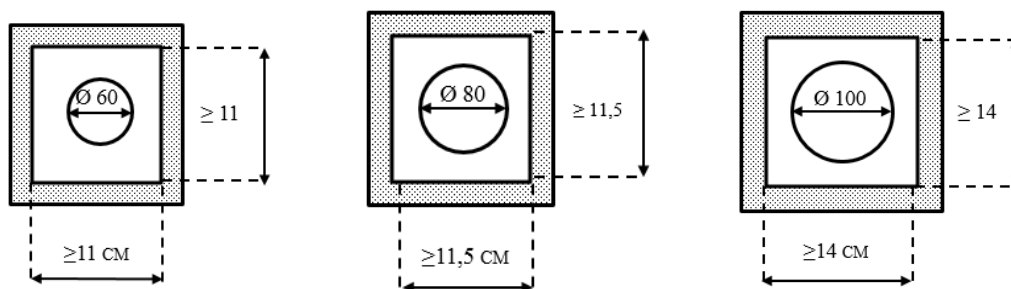

Fig.25
- 1- L'intercapedine risulta avere la sezione di aerazione uguale o maggiore al 150% della sezione del sistema fumario e la sezione totale dell'asola tecnica (comprensiva di intercapedine e condotto di scarico) è non minore di 115 cm² (es.fig.25).